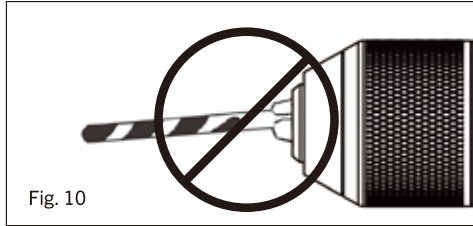

Fig. 10
**⚠️ AVERTISSEMENT :** N'insérez pas le foret dans le mandrin et serrez comme illustré à la fig. 10. Le foret DOIT être inséré correctement. Les trois mâchoires du mandrin doivent retenir le foret au centre du mandrin. Si vous n'insérez pas correctement le foret, le foret pourrait être projeté du mandrin, ce qui pourrait causer des blessures graves ou endommager le mandrin.